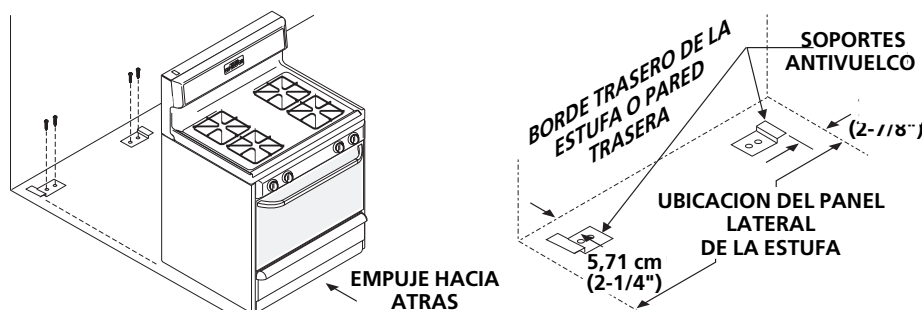

Figura 1
4. Nivele la estufa si es necesario ajustando las 4 patas niveladoras con la llave. (Vea la Figura 1 abajo). Se requiere un espacio mínimo de 1/8" (3,17 mm) entre la parte inferior de la estufa y las patas niveladoras traseras para permitir espacio para los soportes antivuelco.